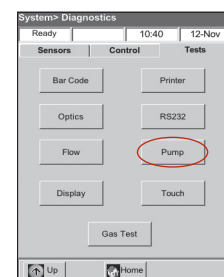

Figura 4: Sistema > Diagnostica > Test > Pompa
2. Premere **Pompa** (Figura 4) se si vuole controllare il funzionamento del motore della pompa: la pompa dovrebbe girare facilmente senza eccessivo rumore. Questo test verifica automaticamente tutte le velocità utilizzate durante la normale attività (50–800 rpm) quindi una volta terminato il test, ritorna alla scheda Diagnostica > Test.